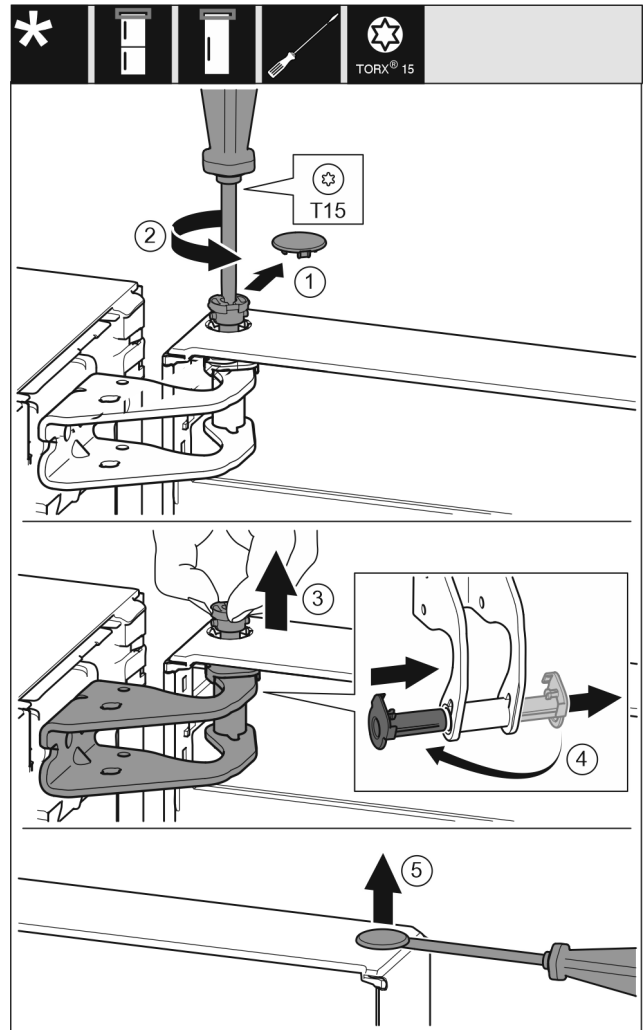

Fig. 9
- ▶ 小心拆下安全盖。 Fig. 9 (1)
- ▶ 用 T15 螺丝刀拧下一枚螺栓。 Fig. 9 (2)
- ▶ 抓紧门并用手指拔出螺栓。 Fig. 9 (3)
- ▶ 将轴衬从导向装置拉出。从另一边装入并卡到位。 Fig. 9 (4)
- ▶ 用带槽螺丝刀小心地从门轴衬上提起堵头并将其拉出。 Fig. 9 (5)